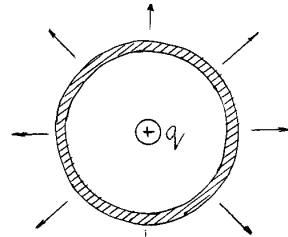

рис.2
4. Якщо в центр незарядженої металеві сфери помістити точковий заряд, то електричне поле зовні сфери симетричне (рис.2). Довести, що це поле буде таким же, якщо помістити заряд q не в центрі сфери, а де завгодно всередині неї.